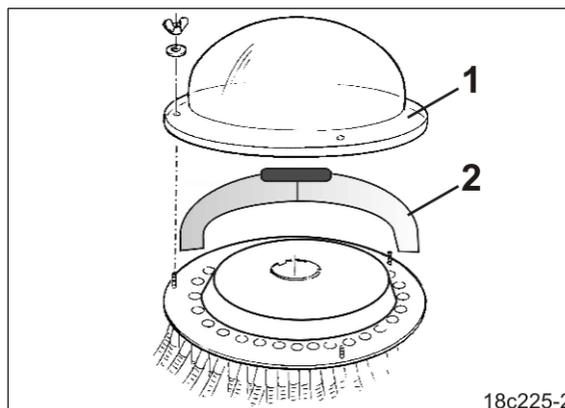

Fig. 156
1. Desmontar la campana exterior del distribuidor (Fig. 156/1).
2. Montar la aplicación (Fig. 156/2) de tal manera que se interrumpa el suministro de semillas de las rejillas correspondientes.